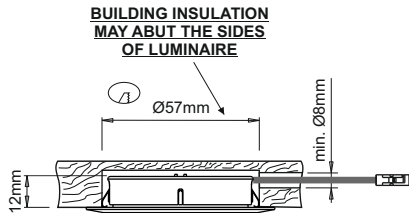

Fig 1
- To flush mount the device, bore a $\varnothing 57\text{mm}$ hole $\geq 12\text{mm}$ deep on the installation surface and then, if necessary, bore a $\varnothing \geq 8\text{mm}$ exit hole for the power supply cable as illustrated in figure 1.
- Pour l'encastrement de l'appareil, pratiquer un trou de $\varnothing$ 57mm et d'une profondeur $\geq$ 12mm sur le plan de montage et, si besoin, pratiquer pour la sortie du câble d'alimentation un trou de $\varnothing \geq$ 8mm comme indiqué sur la figure 1.